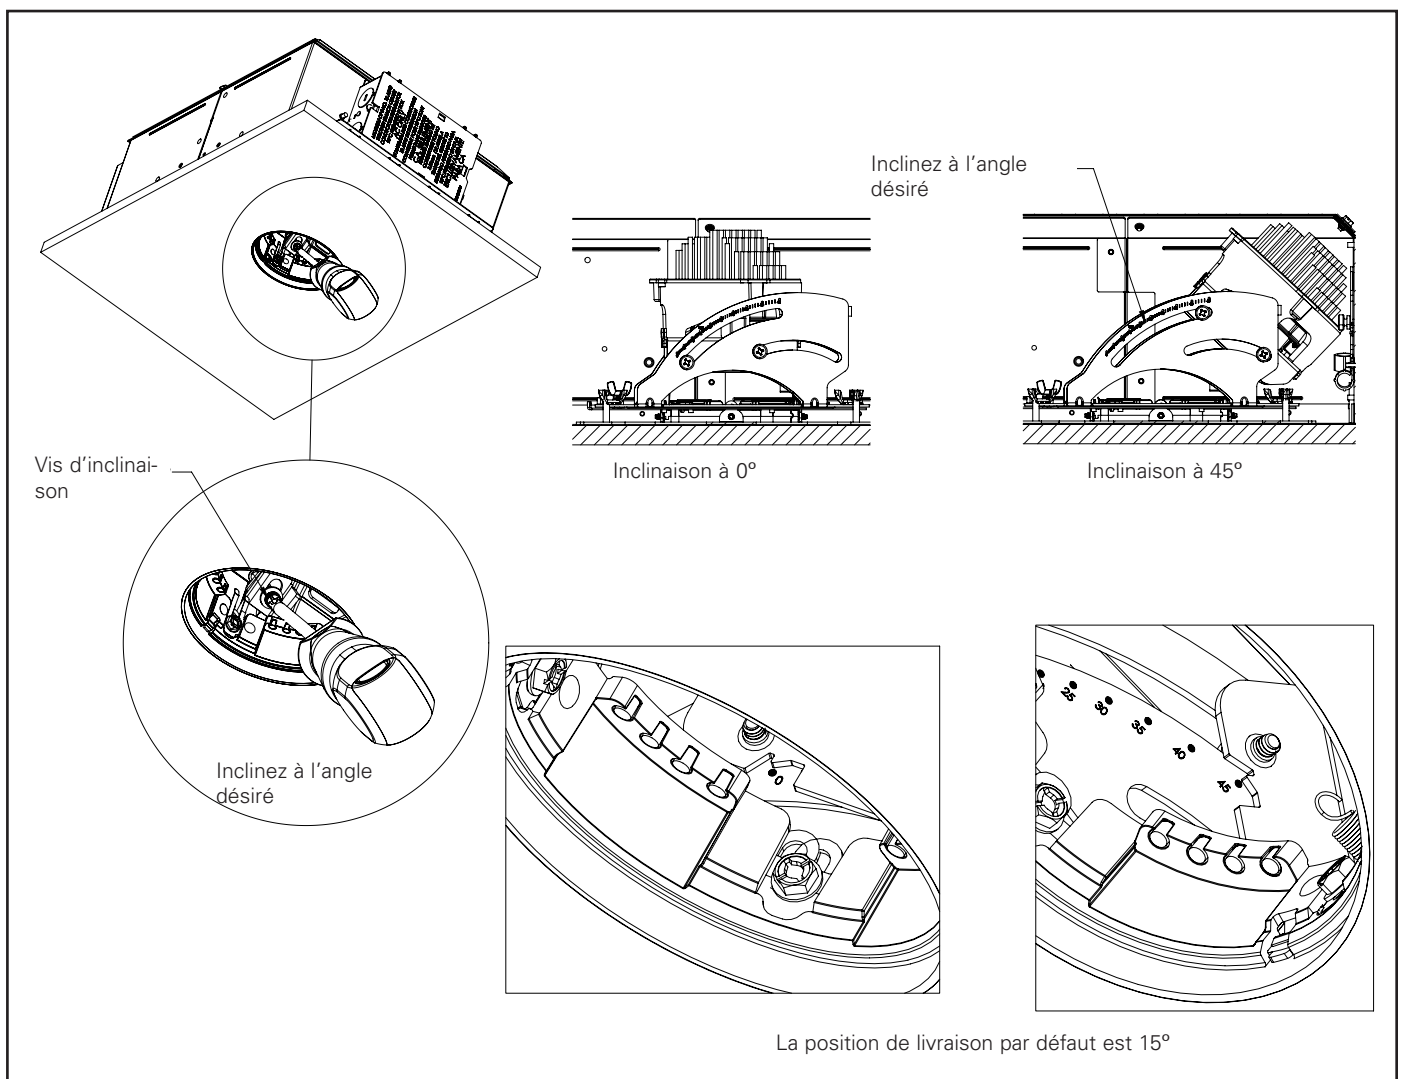

Figure 17.
1. Inclinez le mécanisme en tournant la vis d'inclinaison dans le sens des aiguilles d'une montre (Figure 17). Référez le cadran d'angle sur le mécanisme pour déterminer l'angle d'inclinaison.
2. Assurez-vous que le mécanisme est en position de plafonnier à 0 degré (consultez la Figure 17).
2. Assurez-vous que le mécanisme de réglage est à 0 degré (position de plafonnier) (consultez la Figure 17).
5. Inclinez le mécanisme sur 45 degrés (consultez la Figure 17)